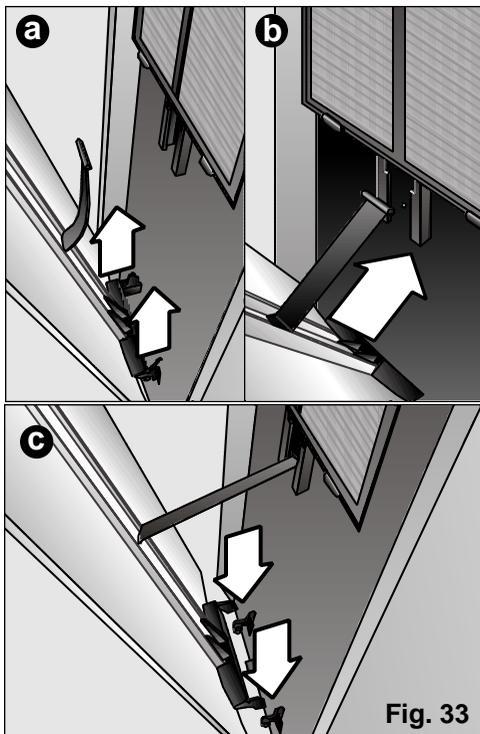

Fig. 33
- 1° Levantar la puerta hasta sacarla de los apoyos inferiores, (Fig. 33: a).
- 2° Posicionar el clip de plástico en la ranura frontal del equipo (en forma de T) y deslizarlo hacia abajo hasta el tope de seguridad, (Fig. 33: b).
- 3° Colocar las patillas inferiores de la puerta en los topes frontales del equipo con cuidado para evitar que la patilla de plástico colocada en el paso anterior se salga de su ubicación, (Fig. 33: c).